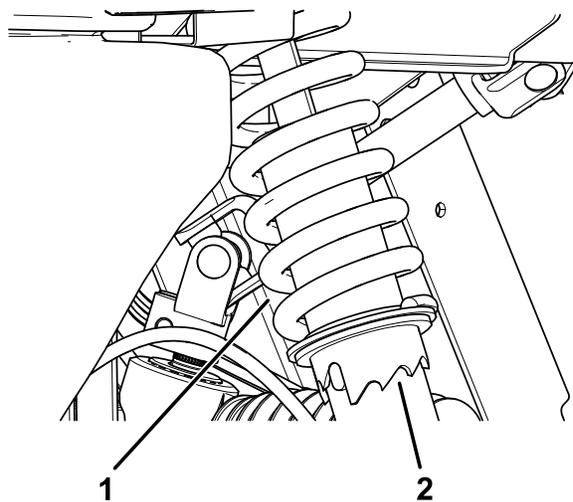

Figura 46
1. Con l'attrezzo Toro N. 6010, ruotate il collare sull'ammortizzatore per modificare il pre-carico della molla (Figura 46).